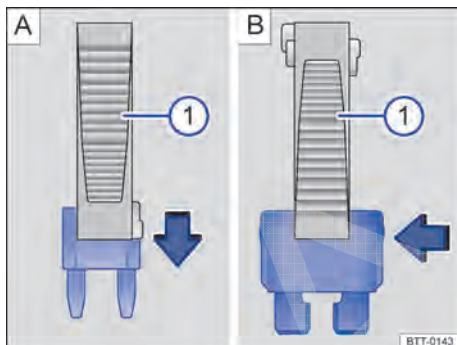

Fig. 246 Remover ou instalar um fusível com a garra da pinça de plástico .
- Se necessário, retirar a pinça de plástico ⇒ Fig. 246  da cobertura da caixa de fusíveis.
- Em caso de *fusíveis pequenos*, encaixar a garra  por cima ⇒ Fig. 246 A.
- Em caso de *fusíveis maiores*, empurrar a garra  lateralmente sobre o fusível ⇒ Fig. 246 B.